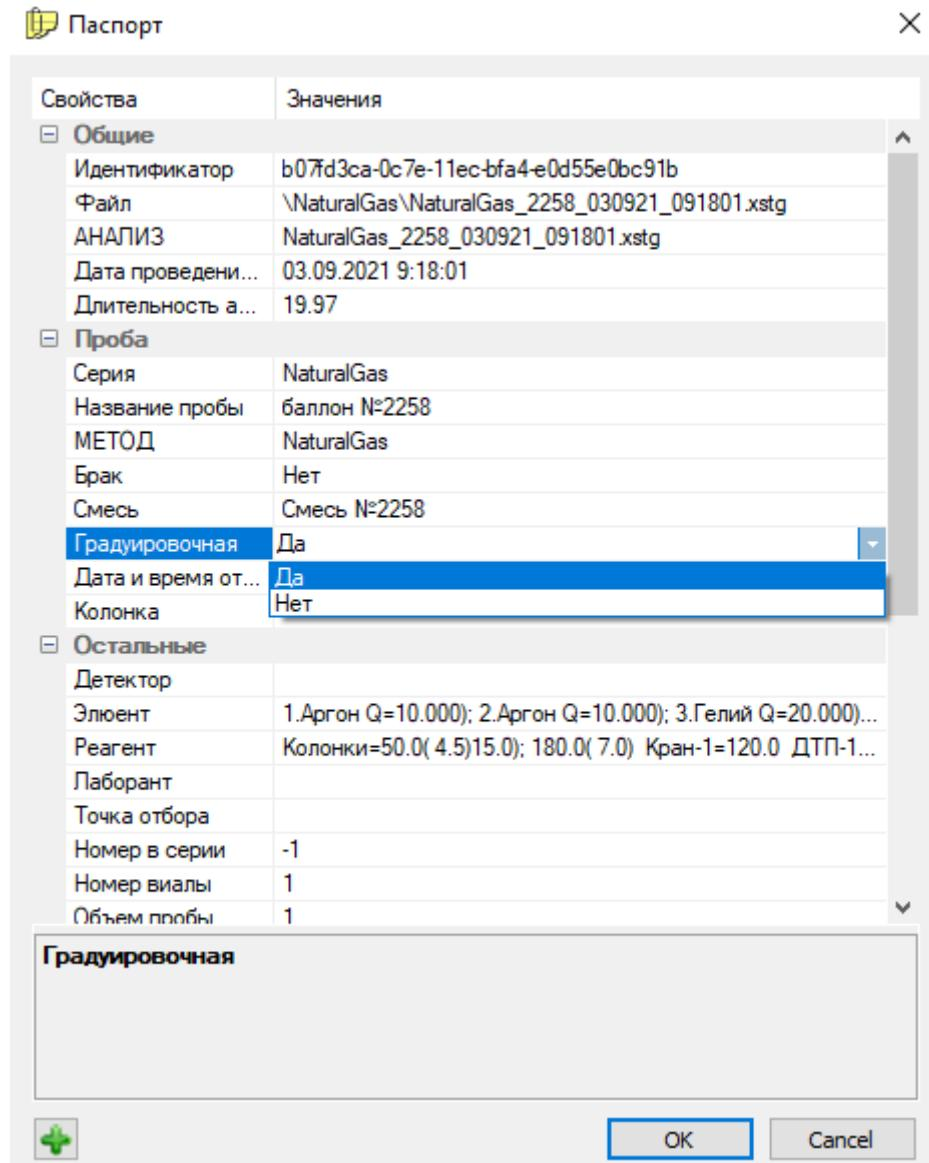

Рис. 61: Установка флагка «Градуировочная»
2. В разделе *Проба*, напротив свойства *Градуировочная* выберите **Да** в выпадающем списке (Рис. 61).